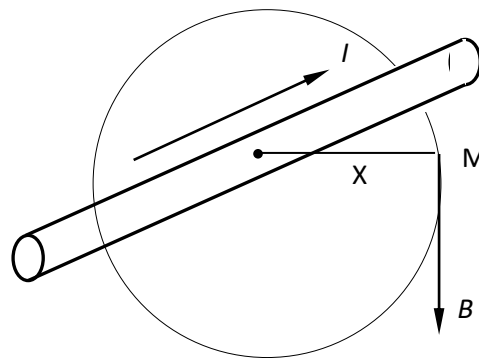

Рис. 1.12
1. Начертим схему (рис. 1.12).